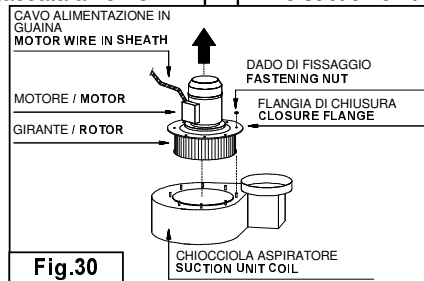

Fig.30
-Togliere le viti di fissaggio (Fig.30) e senza staccare la guaina contenente il cavo di alimentazione del motore, agire nel senso indicato dalla freccia.
- Remove the fastening screws (Fig. 30) and without detaching the sheath containing the electrical wire to the motor, operate in the direction indicated by the arrow.